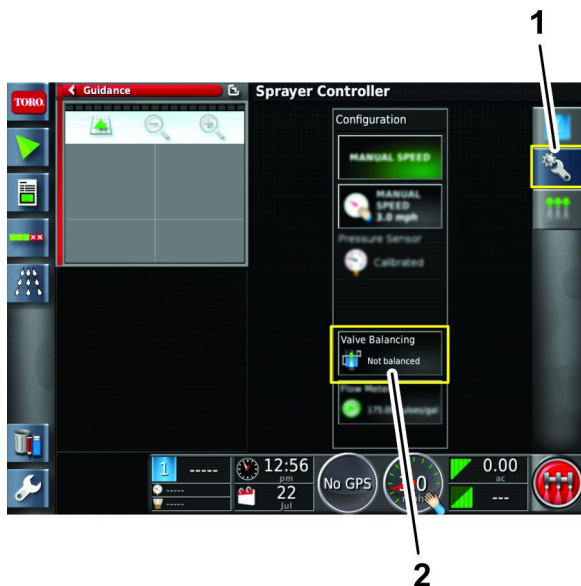

Figura 133
7. Pressione o ícone Configuração e, em seguida, o ícone do assistente de equilíbrio de válvulas (Figura 133).